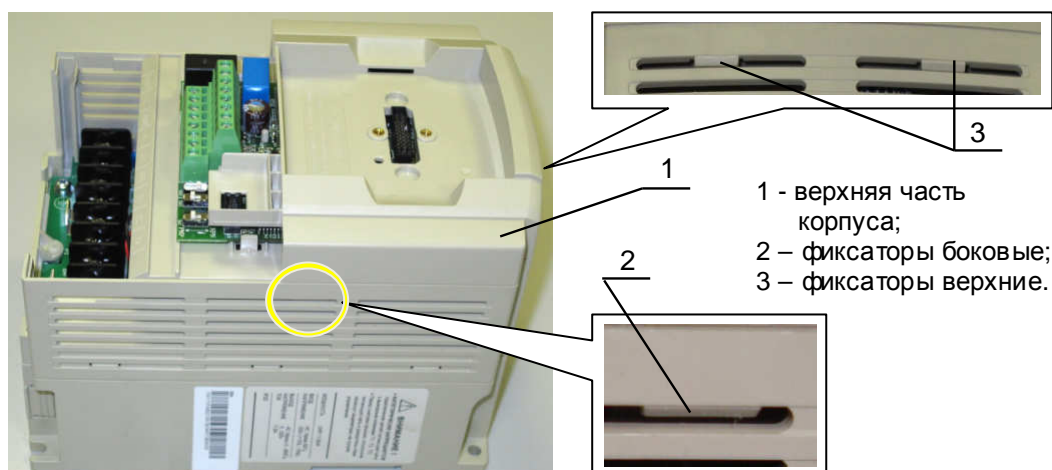

Рис. 7.20
7.10.1. Установить верхнюю часть корпуса 1, при этом, с начала, верхние фиксаторы 3 должны войти в отверстия в верхней части средней части корпуса (рис. 7.20). Затем, приложив рукой вертикальное усилие вниз до щелчка, убедиться, что фиксаторы 2 установились в боковые отверстия средней части корпуса. Убедиться в отсутствии видимого зазора между прилегающими поверхностями верхней и средней части корпуса (рис. 7.20).